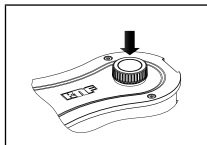

Fig.4: Mise en marche/arrêt de la pompe
- Mettez la pompe en marche en appuyant sur le bouton-poussoir/rotatif (voir Fig. 1/3, voir Fig. 4).
- Mettez la pompe en marche/à l'arrêt à l'aide du bouton-poussoir/rotatif (voir chapitre Fig. 4).